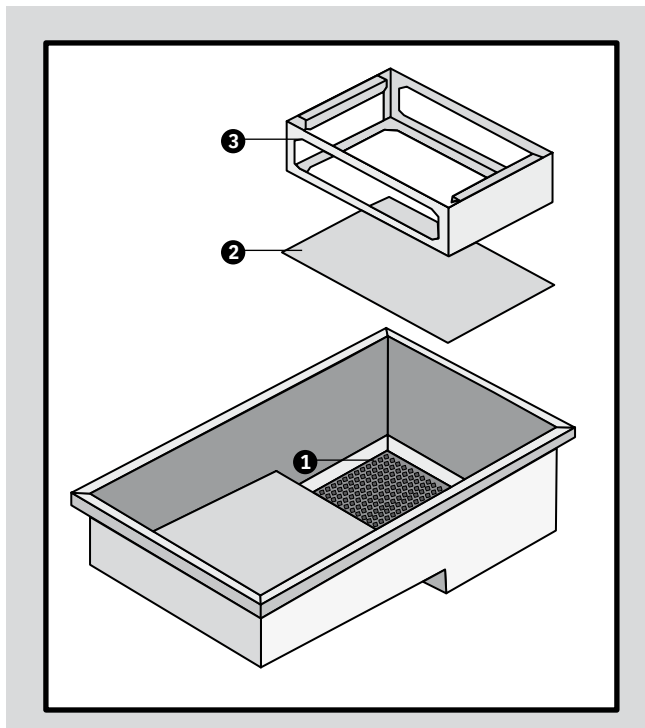

Figura 1 COLOCACIÓN DE LA MALLA MULTIPERFORADA Y PAPEL FILTRANTE.
1. Colocar la malla multiperforada (1) en la parte interna de la tina, seguido del papel filtro (2) y colocar por encima el piso papel como se muestra a continuación (Figura 1).